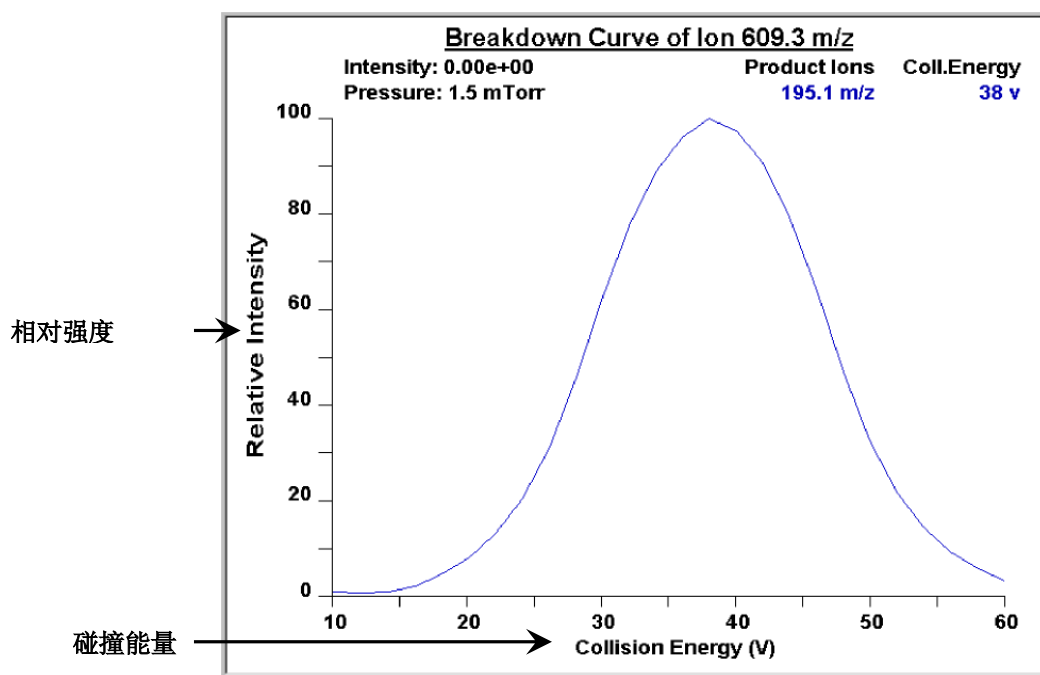

图4-12. 利血平碎裂曲线，图中以离子在 $m/z = 195.066$ 时的相对发射强度为碰撞能量的因变量做曲线
- 如果化合物优化进程完成没有出现错误，并且195.066片断的碎裂曲线为高斯曲线（如图4-12所示）或者为平滑的、斜率为正的曲线，请转至步骤6。